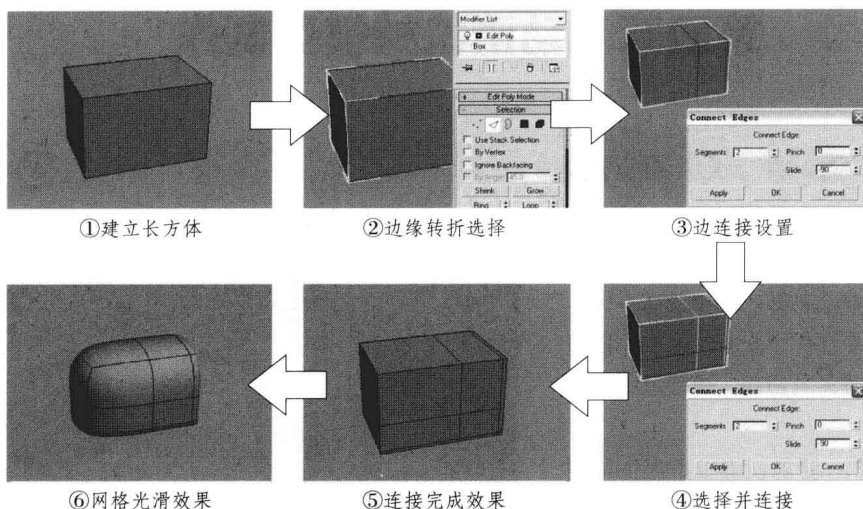

图3-11 方角光滑总流程（步骤）图
四、制作流程及技巧分析 制作本例时，建立一个长方体，切换至编辑多边形命令的边模式，然后分别选择横边和竖边进行连接，在网格光滑后得到不同样式的转折效果。本例分为 6 个制作总流程（步骤）：①建立长方体、②边缘转折选择、③边连接设置、④选择并连接、⑤连接完成效果、⑥网格光滑效果，见图 3-11。